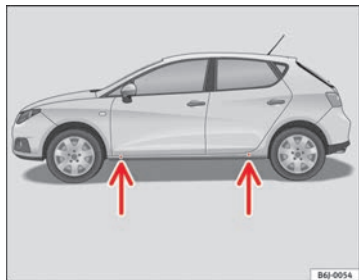

Abb. 138 Aufnahme-
- Suchen Sie den Aufnahmepunkt am Unterholm, der dem zu wechselnden Rad am nächsten liegt ⇒ Abb. 138.
Am Unterholm kennzeichnen jeweils vorn und hinten Eindrückungen die Stellen, an denen der Wagenheber angesetzt werden darf ⇒ Abb. 138. Es gibt für jedes Rad genau eine Stelle. An anderen Stellen darf der Wagenheber nicht angesetzt werden.